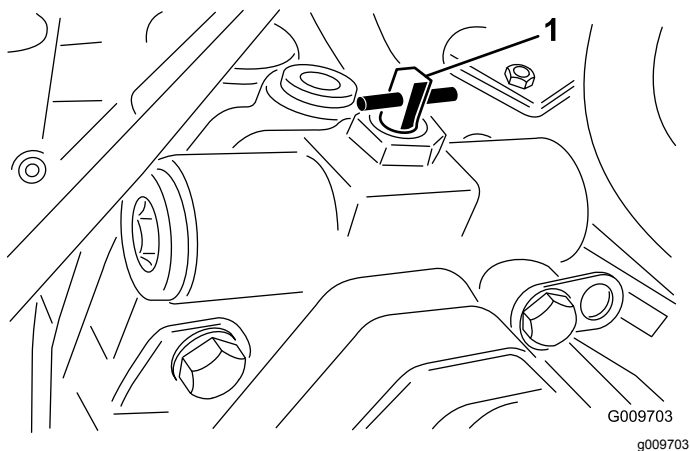

Figura 19
2. Gire la válvula auxiliar 90° (1/4 de vuelta) en cualquier sentido para abrirla y dejar pasar el aceite internamente (Figura 19). Puesto que el aceite se desvía, la máquina puede ser movida lentamente sin dañar la transmisión. Observe la posición de la válvula al abrirla o cerrarla.